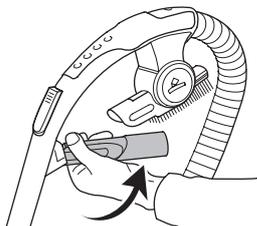

Abb. 12
- Stecken Sie die Fugendüse auf die Zubehörhalterung und klappen Sie sie an, bis sie hör- und spürbar einrastet (Abb. 12).